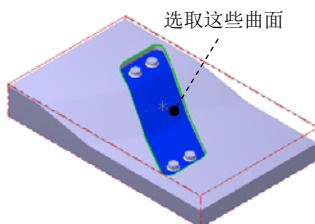

图 14.21 选取加工面
Step1. 选择加工方法。选择下拉菜单 **刀具路径 (T)** → **曲面精加工 (F)** → **精加工环绕等距加工 (O)...** 命令。
(1) 在图形区中选取图 14.21 所示的曲面 (共 5 个), 然后按 Enter 键, 系统弹出“刀具路径的曲面选取”对话框。